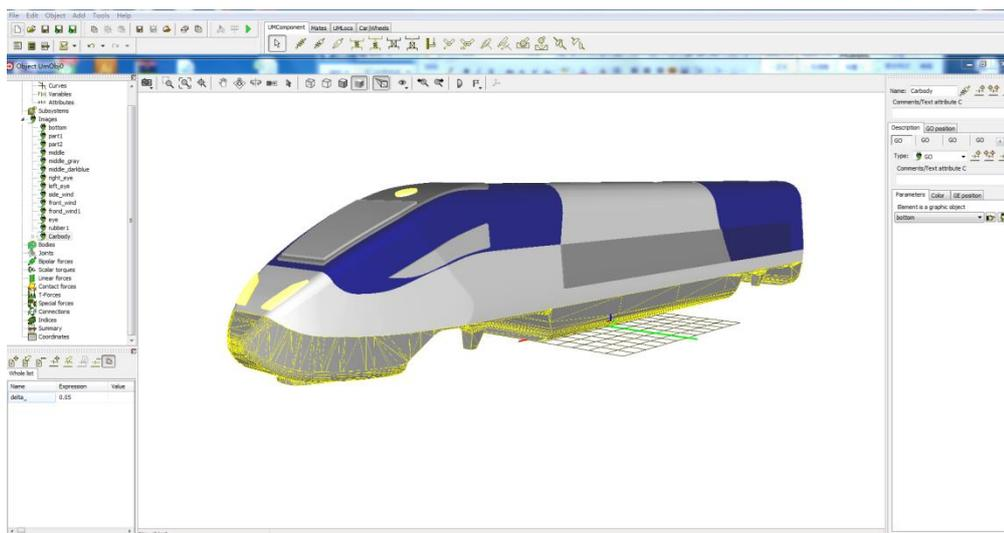

图 018-4 导入 img 文件
4、新建或者打开一个模型，选择菜单 **Edit-Read from file...**，选择上一步保存的 **Carbody.img** 文件，点打开，如图 018-4；